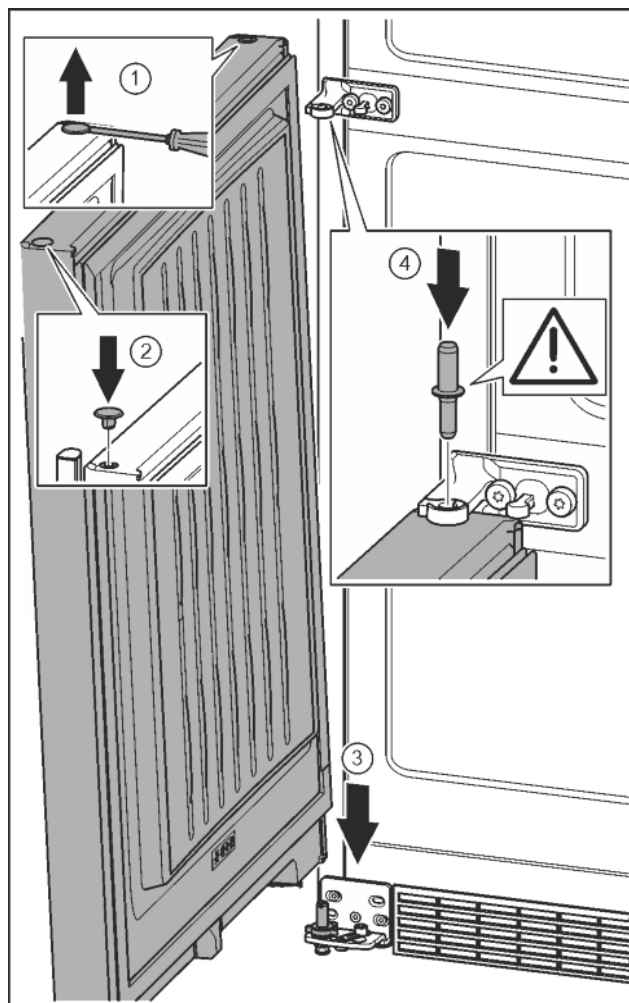

Fig. 23
- ▶ Plochým skrutkovačom opatrne nadvihnite a vyberte zátku. Fig. 23 (1)
- ▶ Zátku opäť nasadte na druhú stranu dverí. Fig. 23 (2)
- ▶ Dvere nasadte zhora na dolný ložiskový čap. Fig. 23 (3)
- ▶ Ložiskový čap v strede nasadte cez ložiskovú konzolu v strede do dolných dverí. Dbajte pritom na to, aby zárez dorazu ukazoval smerom dozadu. Fig. 23 (4)